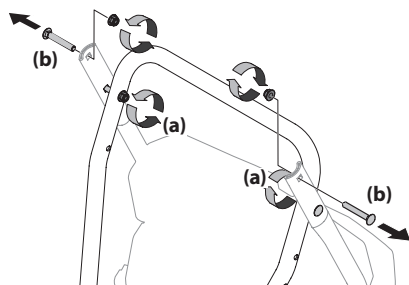
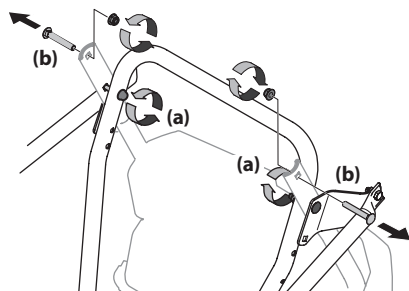

Figura 2-1
Figura 2-2
2. Afloje las dos tuercas superiores (a) que fijan la manija superior e inferior y extraiga los dos tornillos del carro (b) de la manija superiores y póngalos aparte como se muestra en la Figura 2-1 o Figura 2-2 para unidades con soportes laterales.